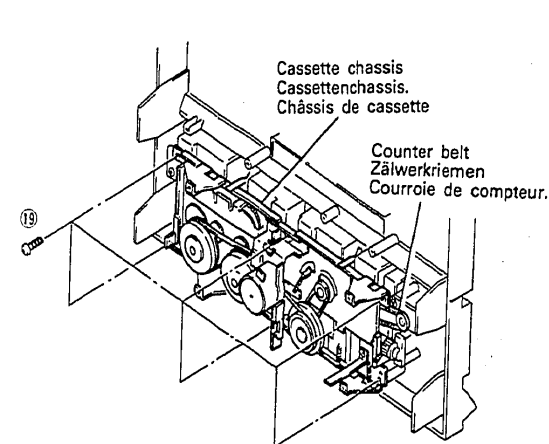

Fig. 17 Abb. 17
19. **Cassettenchassis (Abb. 17)**
**19. Châssis de platine cassette (Fig. 17)**